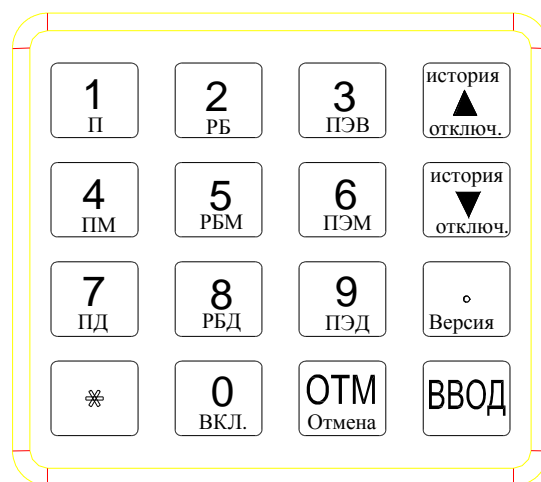

Рис. 1
4.4.1.1. Текущие параметры работы контроллера делятся на две группы (страницы) согласно табл. 1 и рис. 1.